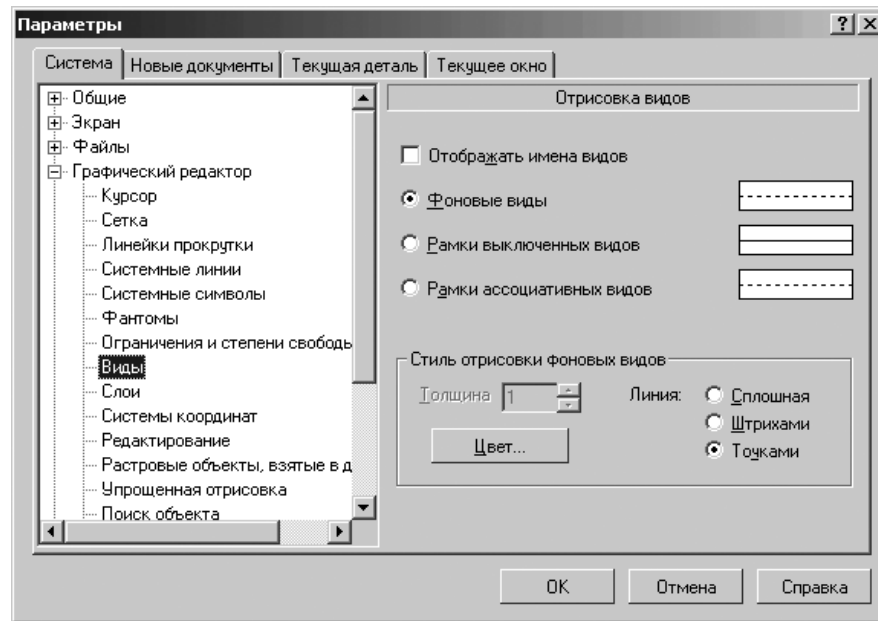

Рис. 9.26. Диалоговое окно **Параметры** с открытой вкладкой **Система** и открытой панелью **Отрисовка видов**
- щелкните по пункту **Виды**. Откроется в правой части диалогового окна панель **Отрисовка видов** (рис. 9.26);